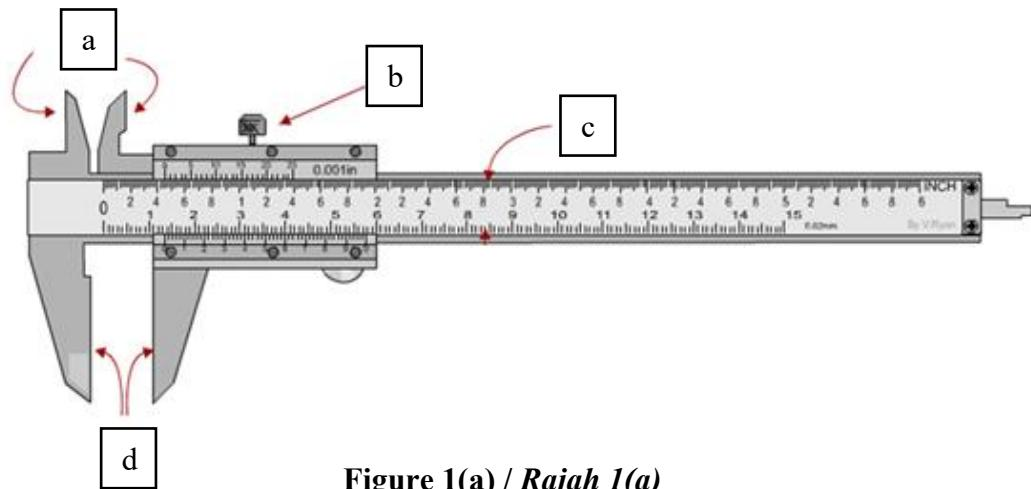

Figure 1(a) / Rajah 1(a)
- (a) Name the **FOUR (4)** parts of the vernier caliper as shown in **Figure 1(a)**.
*Namakan **EMPAT (4)** bahagian angkup vernier seperti ditunjukkan dalam Rajah 1(a).*
- i. Write **SIX (6)** processes in **Figure 1(c)** that can be done on drilling machine.
*Tuliskan **ENAM (6)** proses pada **Rajah 1(c)** yang boleh dilakukan pada mesin penggerudian.*